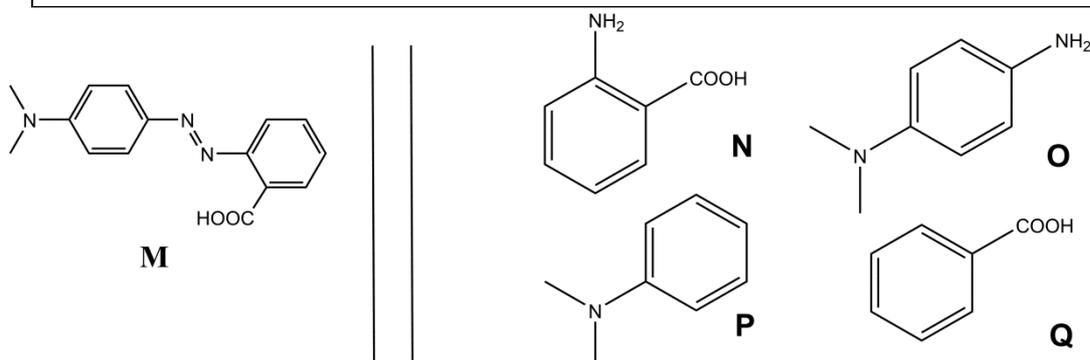

Fig. 1 – Reactanti posibili pentru sinteza lui **M**.
- M** poate fi sintetizat in doua etape din reactanti simpli (Fig. 1). **Alege** dintre acesti reactanti (de la **N** la **Q**) pe acei care conduc, cu cea mai mare regioselectivitate, la **M**. Azotitul de sodiu ($NaNO_2$) in solutie apoasa rece de acid clorhidric este utilizat ca reactiv in prima etapa a sintezei.